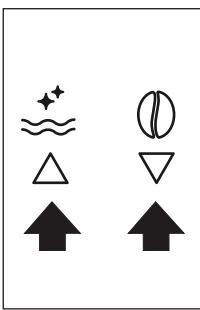
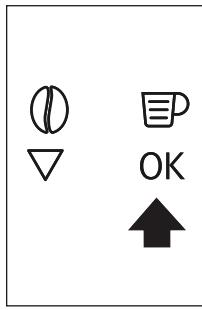

Abb. 9
Abb. 10
- Zum Einstellen der Sprache verwenden Sie die Symbole Δ ∇ (B7 und B8) um die gewünschte Sprache auszuwählen (Abb. 9). Wenn die Meldung „DRÜCKEN SIE OK, UM DEUTSCH AUSZUWÄHLEN“ angezeigt wird, drücken Sie 3 Sekunden lang das OK Symbol (B9) (Abb. 10), bis „DEUTSCH INSTALLIERT“ angezeigt wird.
- Drücken Sie die Sensortaste OK (B9) (Abb. 10). Nach wenigen Sekunden tritt am Auslauf etwas Wasser aus.